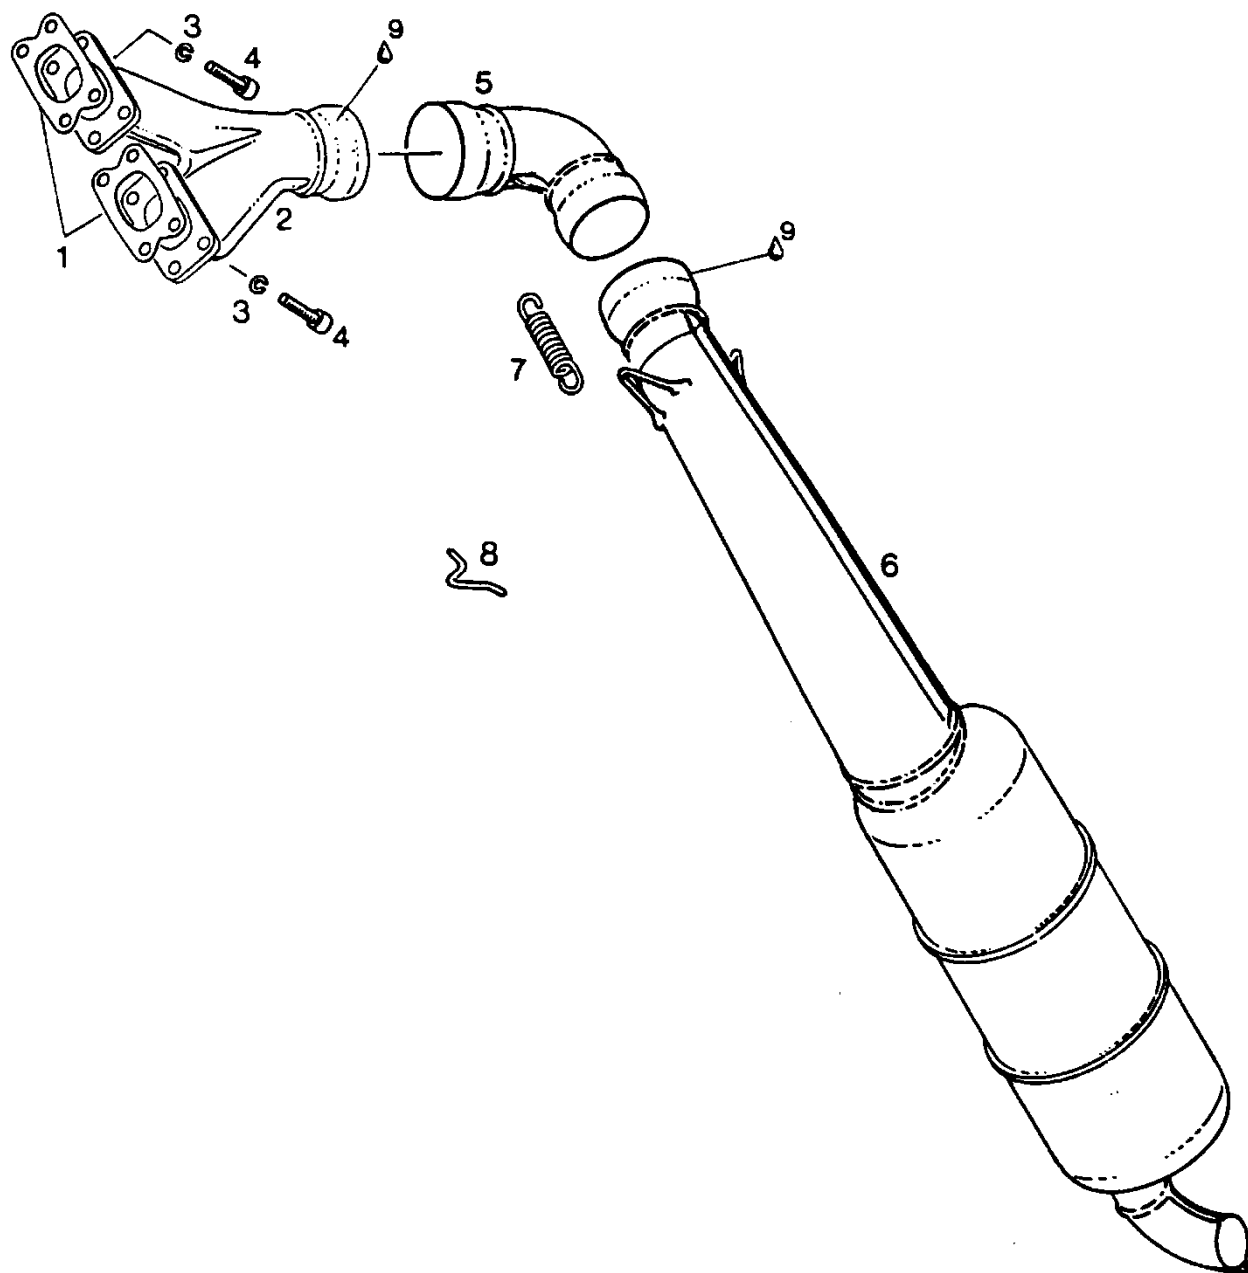

Рис. 46. Прямая выхлопная система
1. Прямая - ST (рис. 46),
К рис. 46